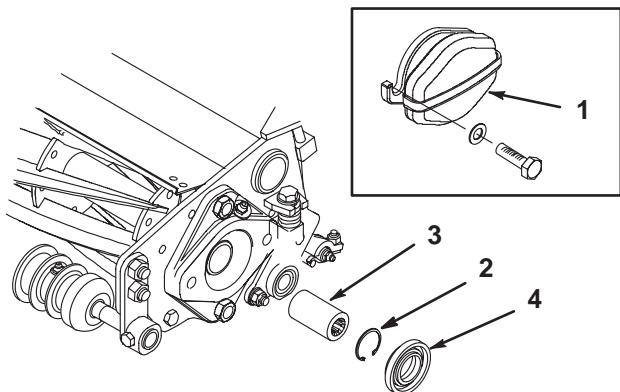

図10
A. カウンタ・ウェイト（ユニット左側）のキャップスクリュとロックナット（各2）を取り、ウェイト（図10；挿入図）を外す。
- B. カッティングユニット両側からプラスチック・スペーサ（図10）を取る。
- D. カップラの内径部にグリスを塗り、カッティングユニット左側に取り付け、スナップ・リングで固定する（図10）。